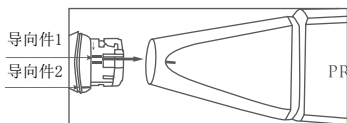
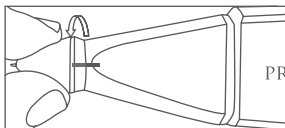

图 1.08
图 1.09
2. 为了插入新的探头，如图1.08所示将导向件1置于适当的位置，顺时针旋转，将导向件2与主体上所标的导向线对齐，按图1.09将之牢固固定。